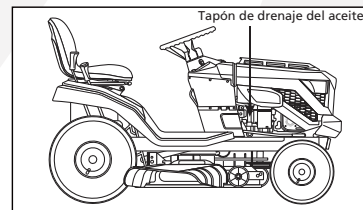

Fig. 34
1. Coloque el aceite en una superficie plana como se muestra en la Fig. 34.